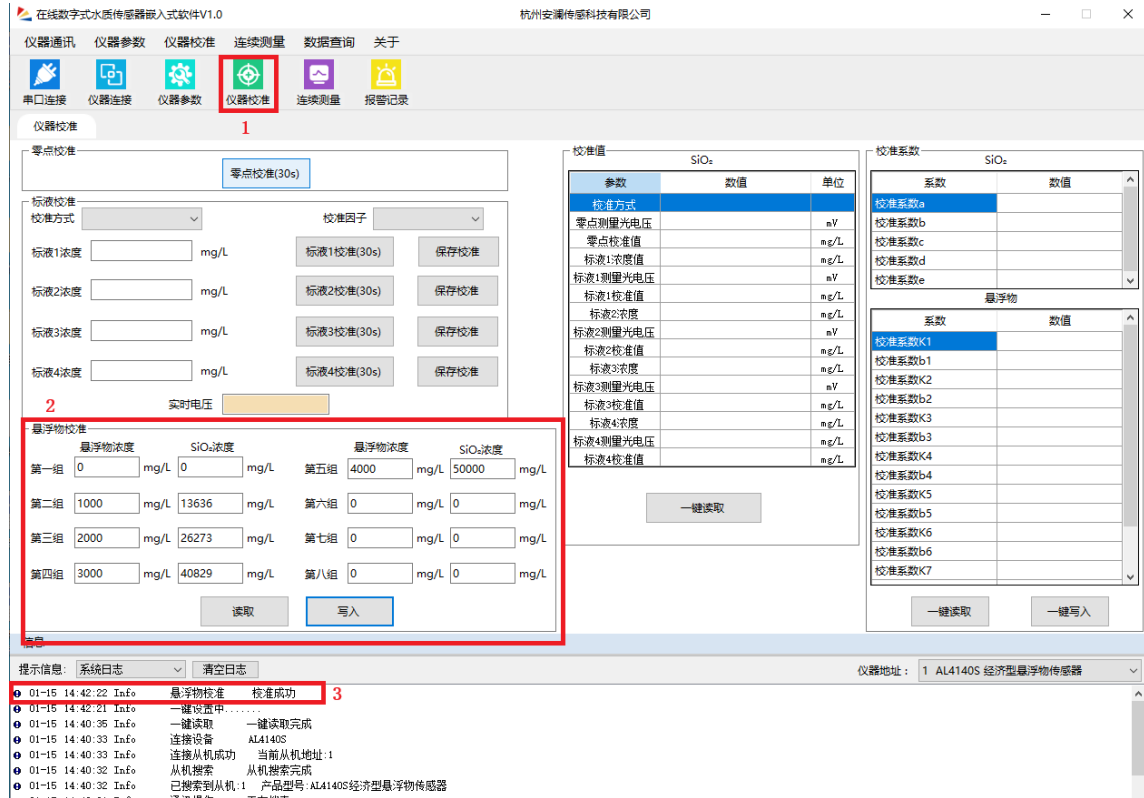

图 3-5 悬浮物校准写入
- 1) 查看实时测量值:在“连续测量”界面下，下拉选择查询周期（1/5/10/30/60S）可选，点击“开始”，软件开始采集实时测量数据并逐行显示，如图 3-5 所示。